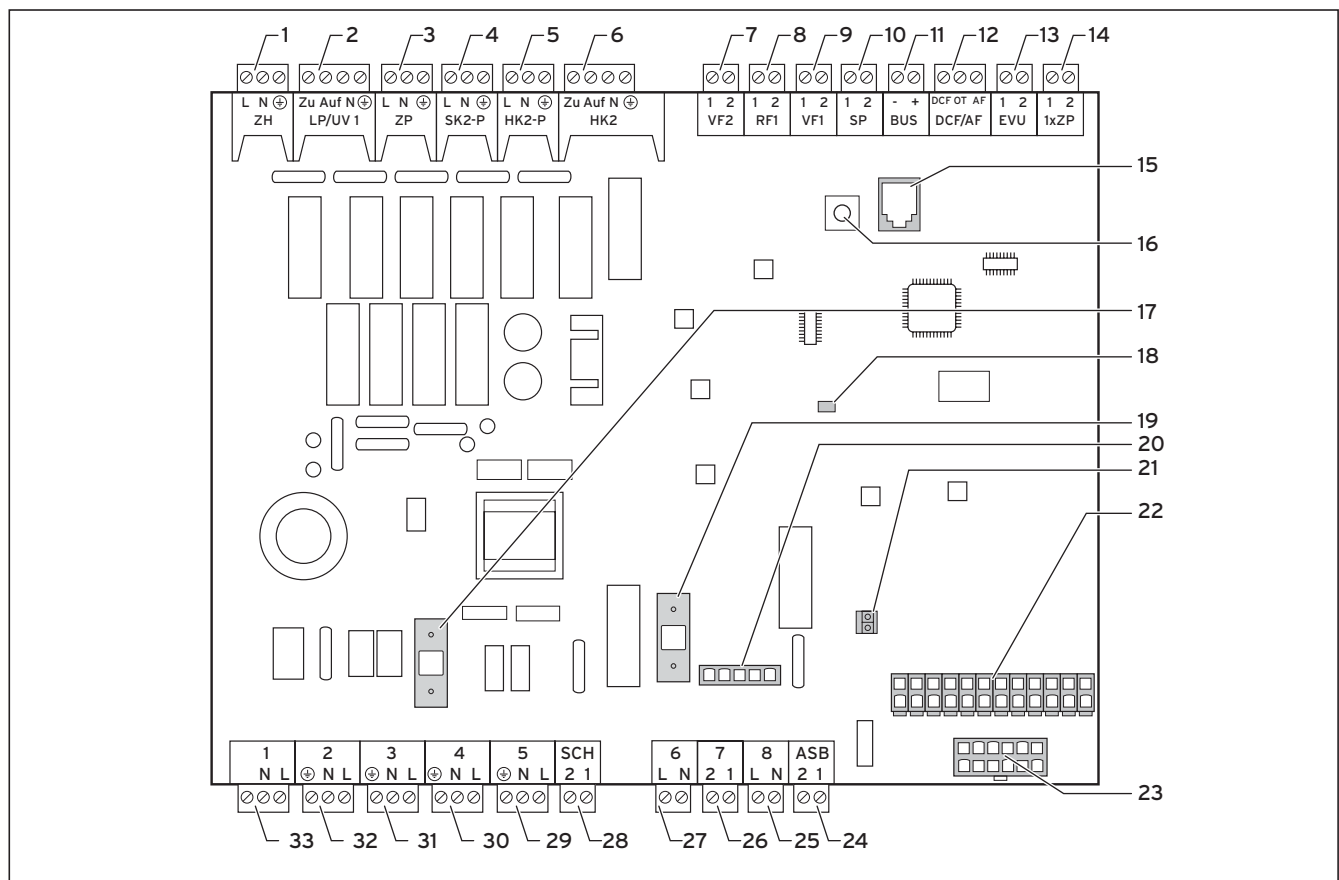

Fig. 6.7 Scheda della centralina di regolazione
- Collegare il relè del segnale di controllo al morsetto 13 "EVU" se richiesto dal gestore della rete elettrica. All'arrivo di questo segnale, a contatto chiuso, la pompa di calore viene fermata (vedi fig. 6.7).
Legenda della fig. 6.7